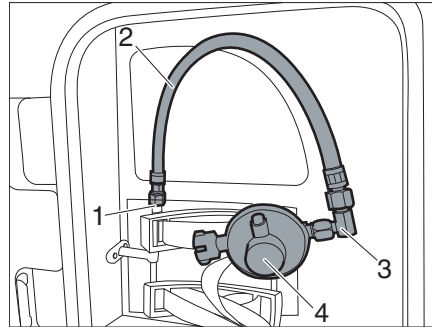

Bild 33 Gasschlauch mit Gasdruckregler
- Winkelstück (Bild 33,3) an Gasschlauch (Bild 33,2) schrauben.
- Gasdruckregler (Bild 33,4) auf Winkelstück schrauben.
- Gasschlauch (Bild 33,2) mit Gasdruckregler an Stutzen (Bild 33,1) schrauben.